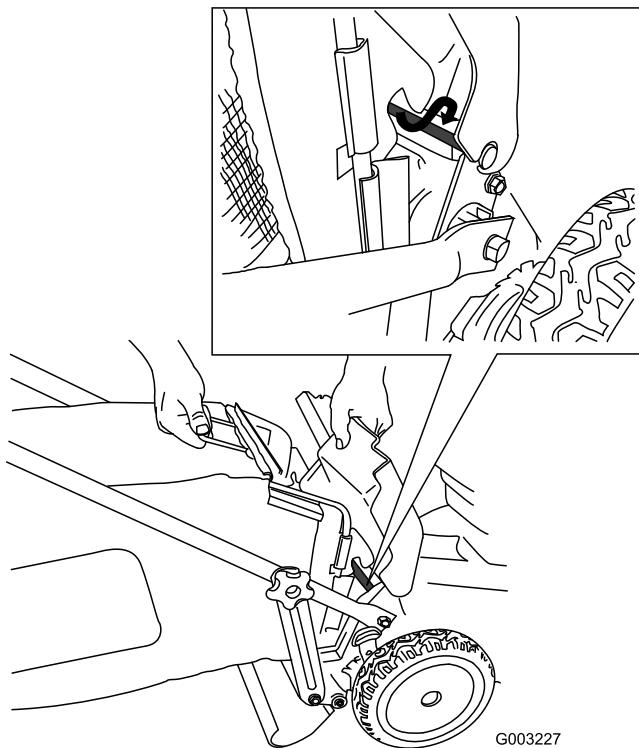

Figura 26
- Instale la bolsa sobre la varilla de la puerta (Figura 26).